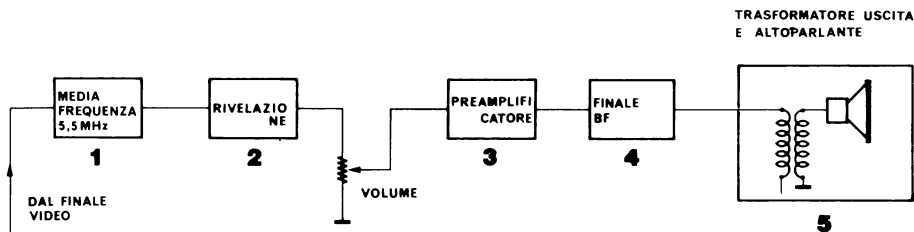

Fig. 6.7.6a - Schema a blocchi catena suono.
6.7.6 Sezione 6. Catena suono (Fig. 6.7.6a)